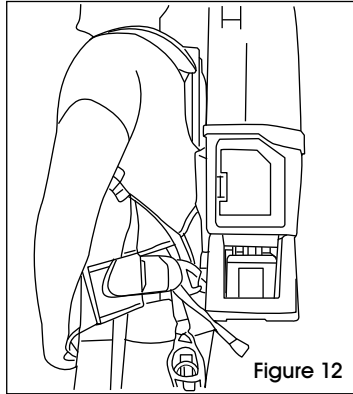

Figure 12
- Placez le coussin arrière inférieur sur le bas du dos pour que le poids de l'appareil repose sur les hanches et non sur les épaules. (Voir Figure 12)